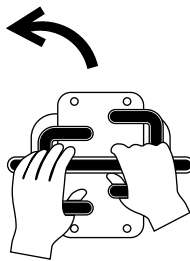

Figure 10
- Pour tourner à gauche, poussez la commande de déplacement droite en avant (Figure 10).